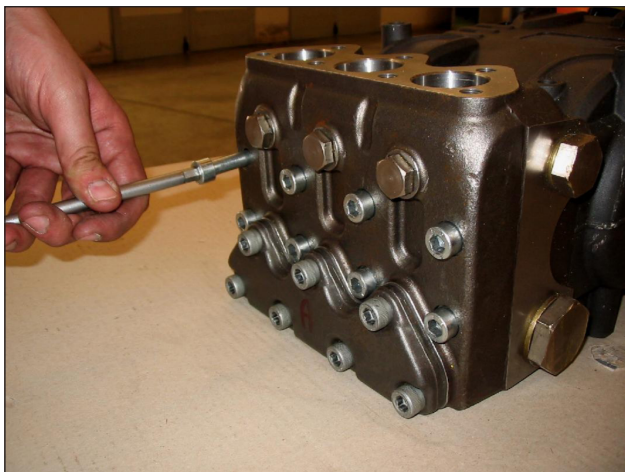

Рис. 20
A) Открутите крепежные винты торца M10x110, как показано на Рис. 20.